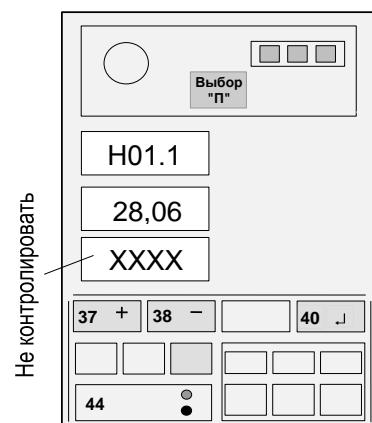

Рисунок 13
4.4.6.3 Нажать на время 1 с кнопку "↔" (40) и, проконтролировав короткий звуковой сигнал, отпустить кнопку (см. рисунок 13).